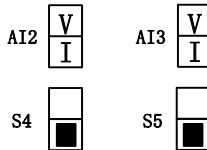

图 3-15 S4、S5 配置电流模式图
当 AI2、AI3 端子选择模拟电流信号输入时，端子板上开关 S4、S5 配置电流模式如图 3-15 所示。
3.3.4 AI2、AI3 端子接线如图 3-15 所示。